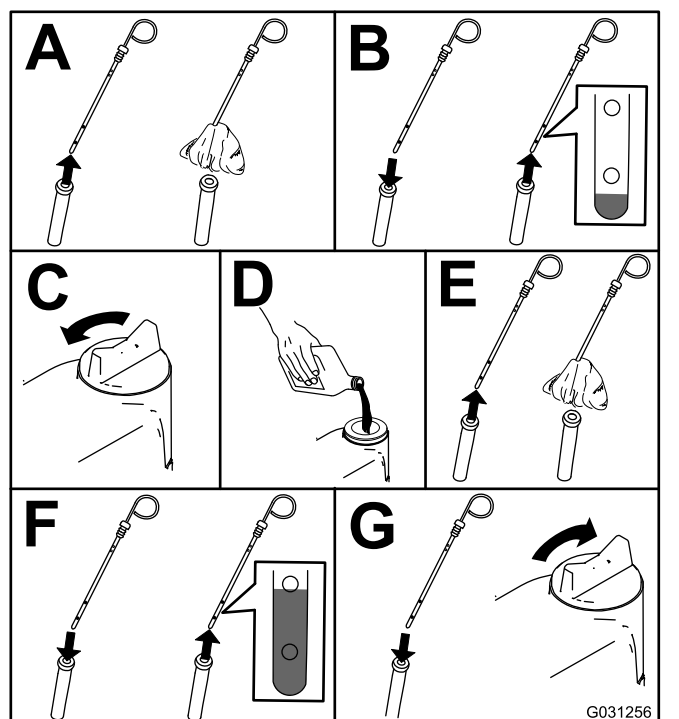

Figura 48
2. Controllate il livello dell'olio motore; vedere Figura 48.